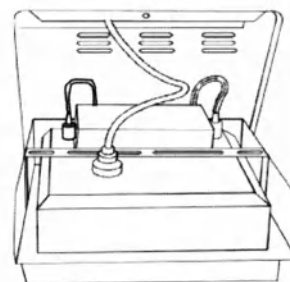

Рис. 4
4. Снимите крышку порта для извлечения датчика регистратора и извлеките датчик регистратора. Затем установите регистратор температуры с креплением регистратора температуры в место для установки регистратора температуры (Рис. 4).